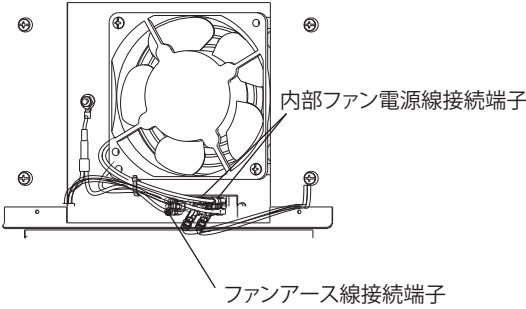

図 4 内部ファン部 (OPHE-10R)
3. 配線を固定している結束バンド、電源線接続端子、およびアース線接続端子を外してください。(図 4)